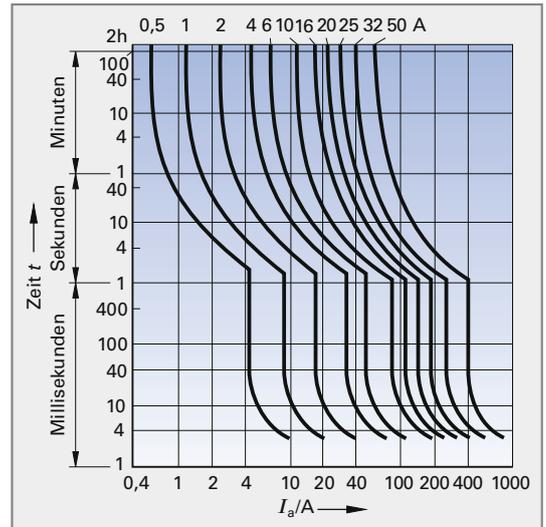

Bild 2: Auslösekennlinien von Leitungsschutzschaltern
34. Leitungsschutzschalter besitzen Auslösekennlinien, welche Datenblättern zu entnehmen sind (**Bild 2**). Welche Informationen entnehmen Sie der Kennlinie (Beispiel) des Leitungsschutzschalters 32 A für a) $I < 32$ A, b) $I = 40$ A, c) $I = 400$ A?
35. Schaltet der Leitungsschutzschalter 10 A in **Bild 2** nur bei Stromstärken kleiner 180 A ab?